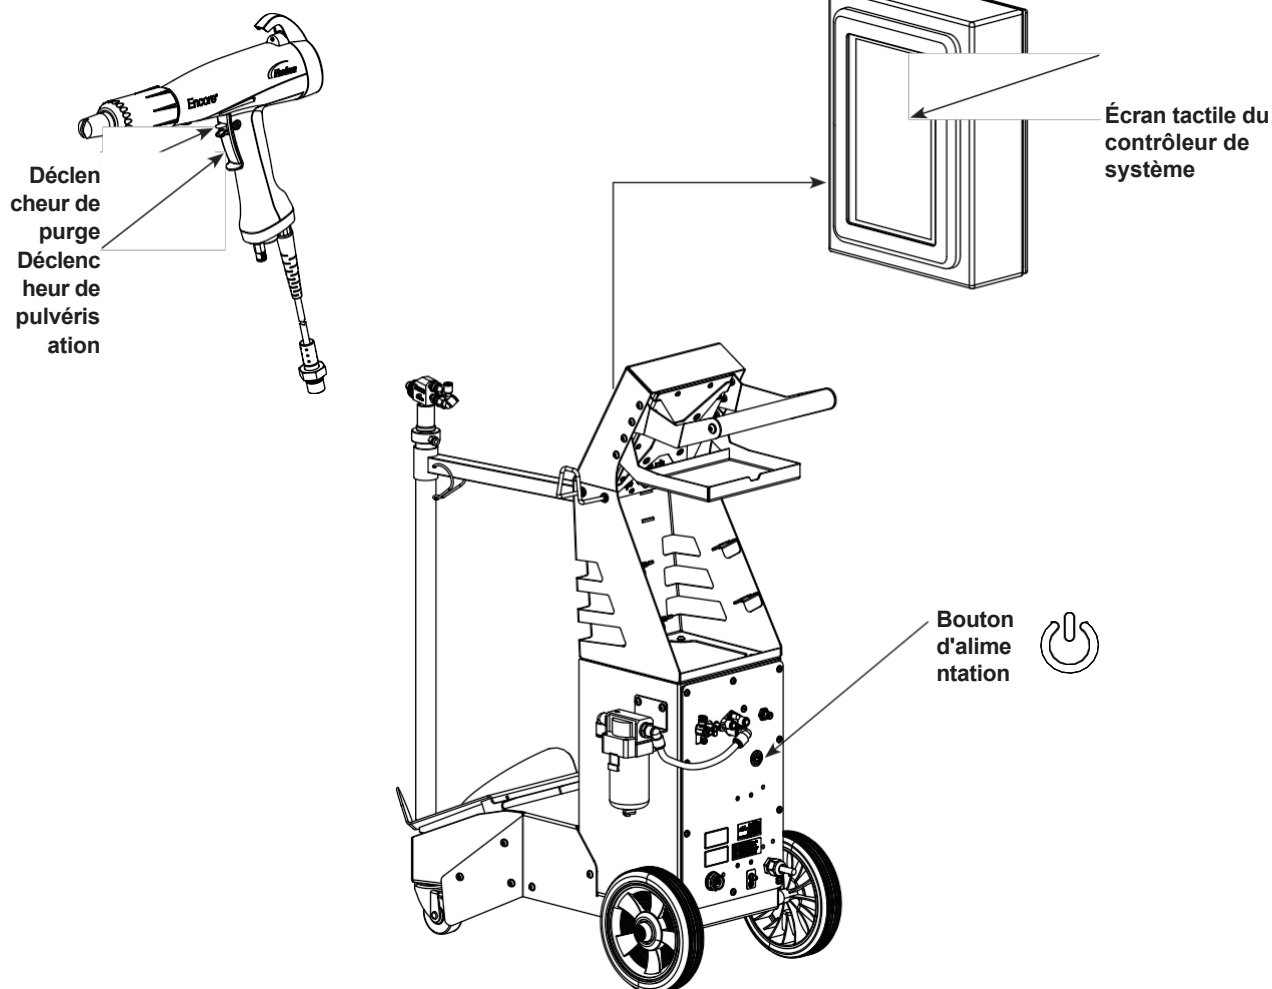

Figure 4-4 Contrôles du système
4. Voir la figure 4-4. Assurez-vous que le pistolet de pulvérisation n'est pas déclenché, puis mettez le système sous tension . L'écran tactile du contrôleur du système doit s'allumer.
Voir la figure 4-4.